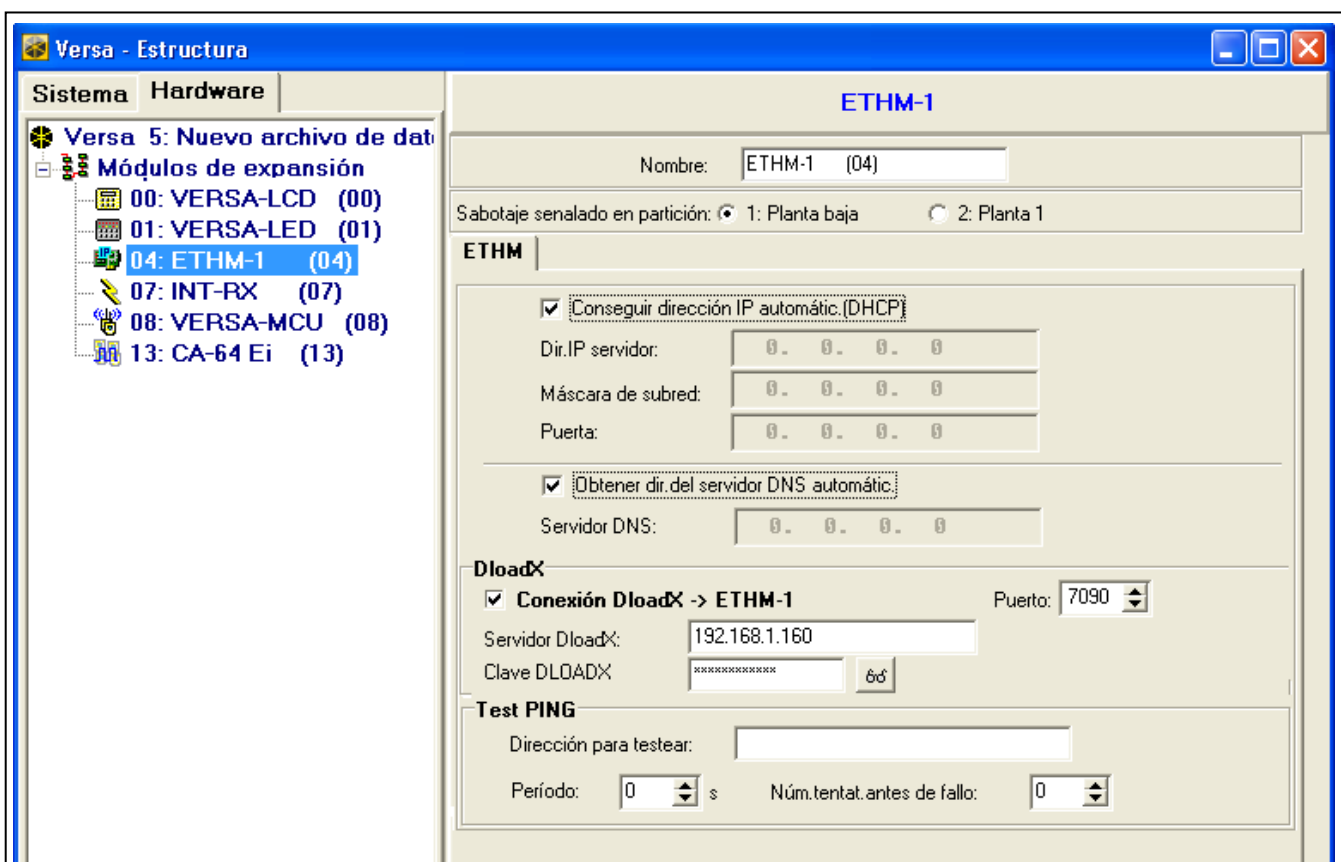

Fig. 6. Programa DLOADX: ajustes del módulo ETHM-1 conectado a la central VERSA.
- el programa programu DLOADX: →ventana “Versa – Estructura” →pestaña “Equipo” →ramo “Módulos de extensión” →[nombre del módulo] (fig. 6).